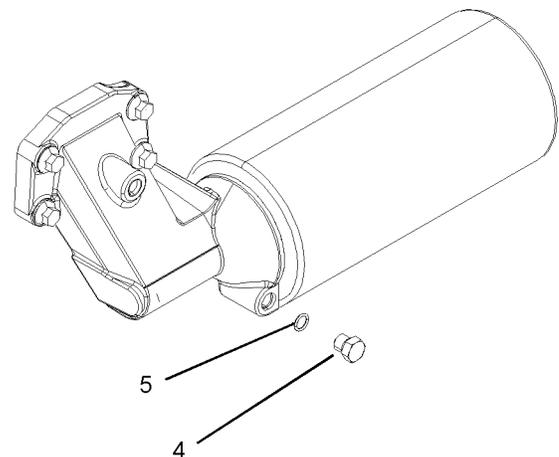

Abbildung 44
5. Den neuen Ölfilter montieren. Den Filter drehen, bis der O-Ring die Dichtfläche (2) berührt. Dann den Ölfilter um eine >-Drehung weiterdrehen.
**Anmerkung:** Einige Ölfilter können horizontal eingebaut werden. Siehe Abbildung 44. Dieser Typ von Ölfilter kann vor dem Ausbau entleert werden. Das Anziehdrehmoment für diese Ablassschraube (4) beträgt 12 Nm (8 lb ft). Bei Bedarf eine neue O-Ring-Dichtung (5) anbringen. Bei Schritt 1 beginnen, um den Ölfilter aus- und einzubauen.